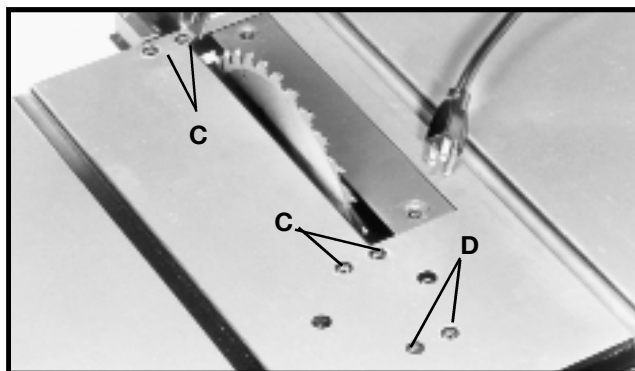

Fig. 43
6. Si las mediciones delanteras y posteriores (Figs. 41 y 42) no son idénticas, puede ajustar la hoja. Comience aflojando las tuercas debajo de los cuatro tornillos (C), Fig. 43, en la mesa. Luego afloje los tornillos (C). Mueva con cuidado la hoja de la sierra hasta que quede paralela a la ranura del calibrador de inglete. Una vez hecho esto, ajuste con firmeza las cuatro tuercas debajo de la mesa y los cuatro tornillos (C), Fig. 43.